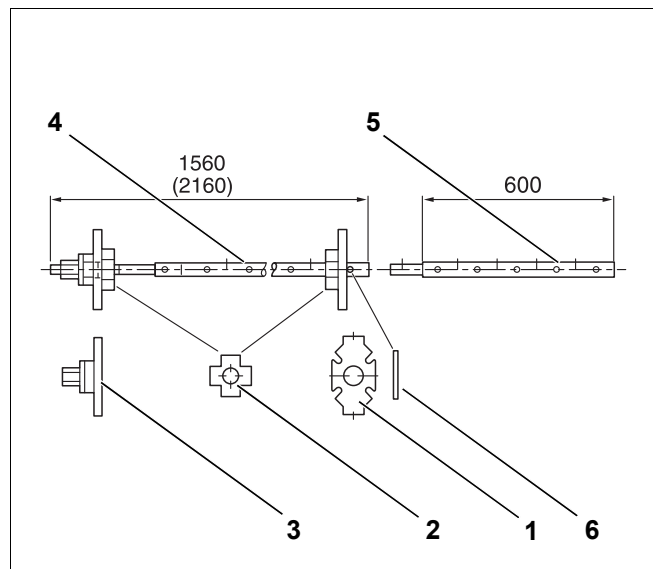
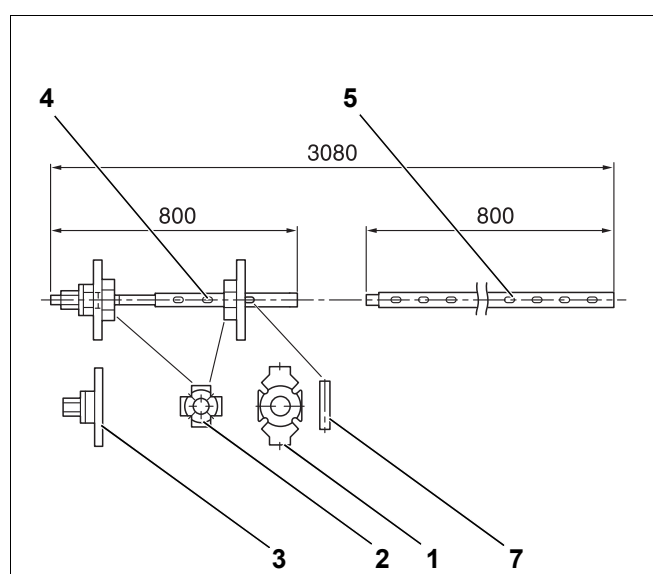
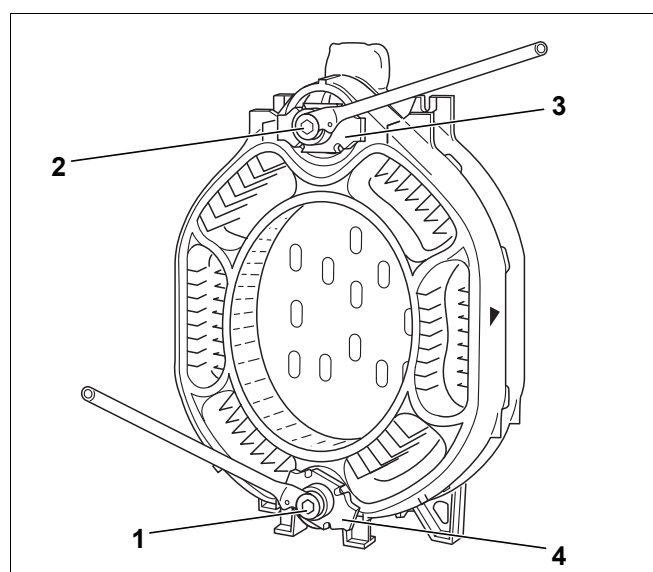

Рис. 1 Стяжной инструмент, размер 2.2
Рис. 2 Стяжной инструмент, размер 2.3
Рис. 14 Применение стяжного инструмента
- Стяжной инструмент 2.2 (рис. 1) **или** 2.3 (рис. 2)
Экспликация для (рис. 1) и (рис. 2):
Далее нужно стянуть собранную часть котла стяжным инструментом (рис. 14).
Можно применять стяжные инструменты только размера 2.2 или 2.3 (рис. 1 или рис. 2 и рис. 14, [1] и [2]).
- ▶ Наденьте стяжные гайки (рис. 14, [3] и [4]) на штанги (рис. 1 или рис. 2, [4]).